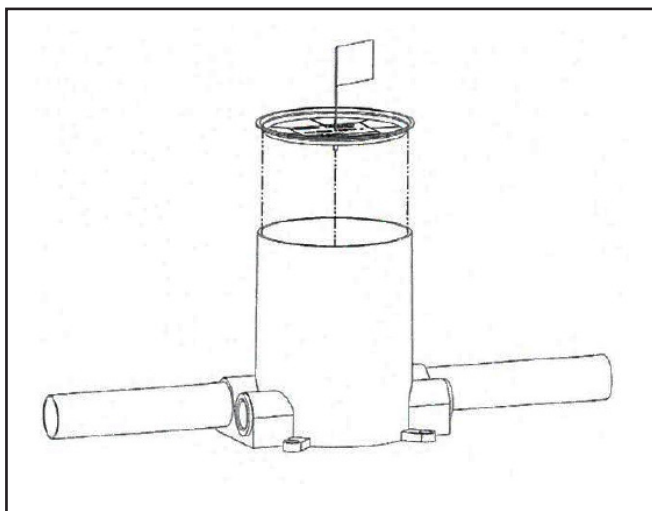

FIGURE 1
4. Install locator flag. (Fig. 1).
4. Installer le repère de localisation. (Fig. 1).
4. Instalar la bandera de localización. (Fig. 1).